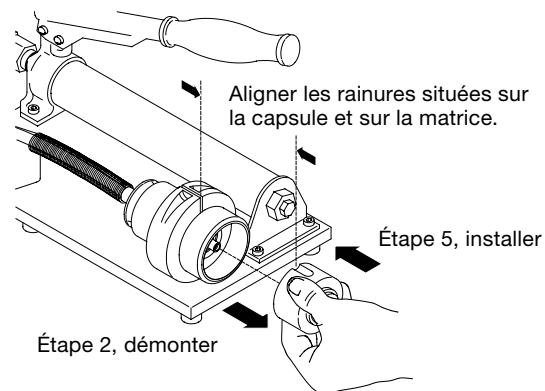

Figure 2 : Démontage et remontage de la matrice
2. Retirez la **tête de matrice** de la **capsule hydraulique**. Voir la figure 2.
5. Installez la **tête de matrice** sélectionnée dans la **capsule hydraulique** et alignez l'encoche située sur la tête de matrice avec la **rainure de positionnement** située sur la capsule hydraulique. Voir la figure 2.